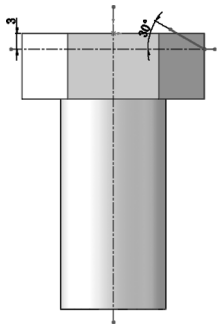

图 7-27 切除-旋转草图轮廓
② 转换实体引用。选择拉伸基体的右侧边线，选择菜单栏中的“工具”→“草图工具”→“转换实体引用”命令，或单击“草图”控制面板中的“转换实体引用”按钮，将该基体特征的边线转换为草图直线。
③ 设置直线为构造线。再次选择该直线，然后在“直线”属性管理器中的“选项”选项组中选择“作为构造线”复选框，将该直线作为构造线。
④ 绘制轮廓。单击“草图”控制面板中的“直线”按钮，并标注尺寸，绘制图 7-27 所示的直线轮廓。